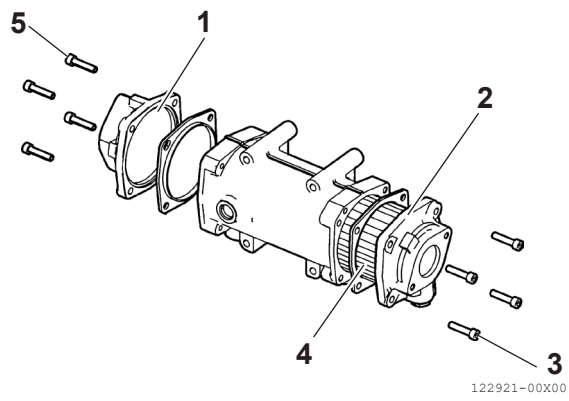

Figura 15
- 5. Retire las cubiertas (Figura 15 [1]) y (Figura 15 [2]) en el banco o en un lugar adecuado.
- 6. Extraiga el conjunto de tuberías (Figura 15 [4]).
- 12. Apriete los tornillos de fijación (Figura 15 [3]) y (Figura 15 [5]) al par indicado.